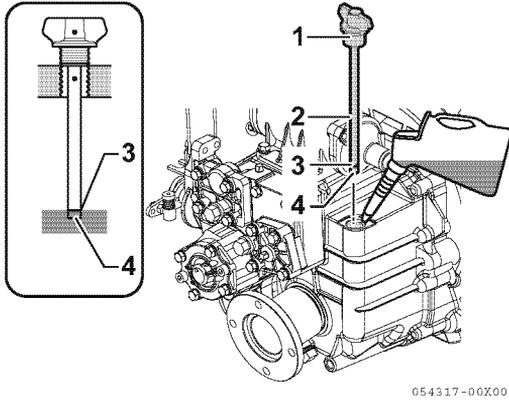

Abbildung 7
2. Füllstutzendeckel (**Abbildung 7, (1)**) an der Oberseite des Gehäuses entfernen.
3. Ölpeilstab entfernen (**Abbildung 7, (2)**) und mit einem sauberen Lappen abwischen.
4. Stecken Sie den Peilstab wieder hinein, ohne ihn hineinzuschrauben. Siehe die Zeichnung (**Abbildung 7**).
Der Öfüllstand sollte sich zwischen den oberen (**Abbildung 7, (3)**) und unteren (**Abbildung 7, (4)**) Markierungen des Pegelstabs befinden.
3. Öl bis zur oberen Markierung am Pegelstab (**Abbildung 7, (3)**) einfüllen. Siehe Schiffsgetriebeöl-Spezifikationen auf Seite 49.